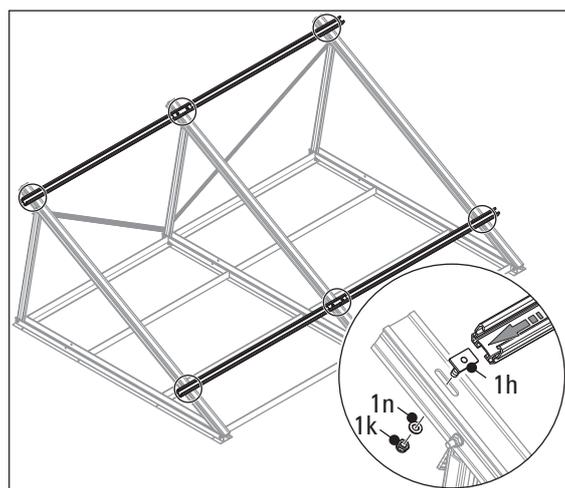

Fig. 3-12 Montar las guías de perfil de montaje, 2º paso
15. Montar la guía inferior y superior de perfil de montaje con los elementos de atornillado (módulo de apriete, pos. 1h), las arandelas de apoyo (pos. 1n) y las tuercas hexagonales con dentado de bloqueo (pos. 1k) teniendo en cuenta la distancia (Y_2) con respecto al borde inferior del carril de asiento, así como la distancia (Y_1) entre las guías de perfil de montaje (véanse la tab. 3-1 y la fig. 3-12).